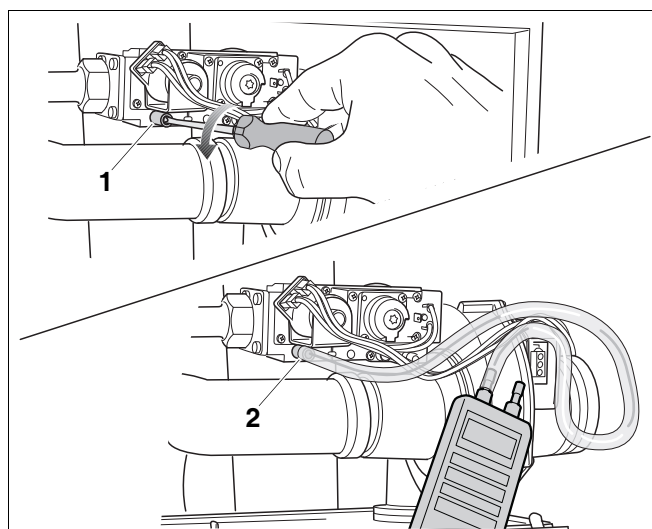

Fig. 64 Misurazione della pressione di collegamento del gas
- Allentare di 2 giri la vite di chiusura sul nippel di prova della pressione di collegamento gas e dello sfiato dell'aria (fig. 64, pos. 1).
- Collegare il tubo di misurazione dell'apparecchio di misurazione della pressione al morsetto positivo del nippel di prova (fig. 64, pos. 2).